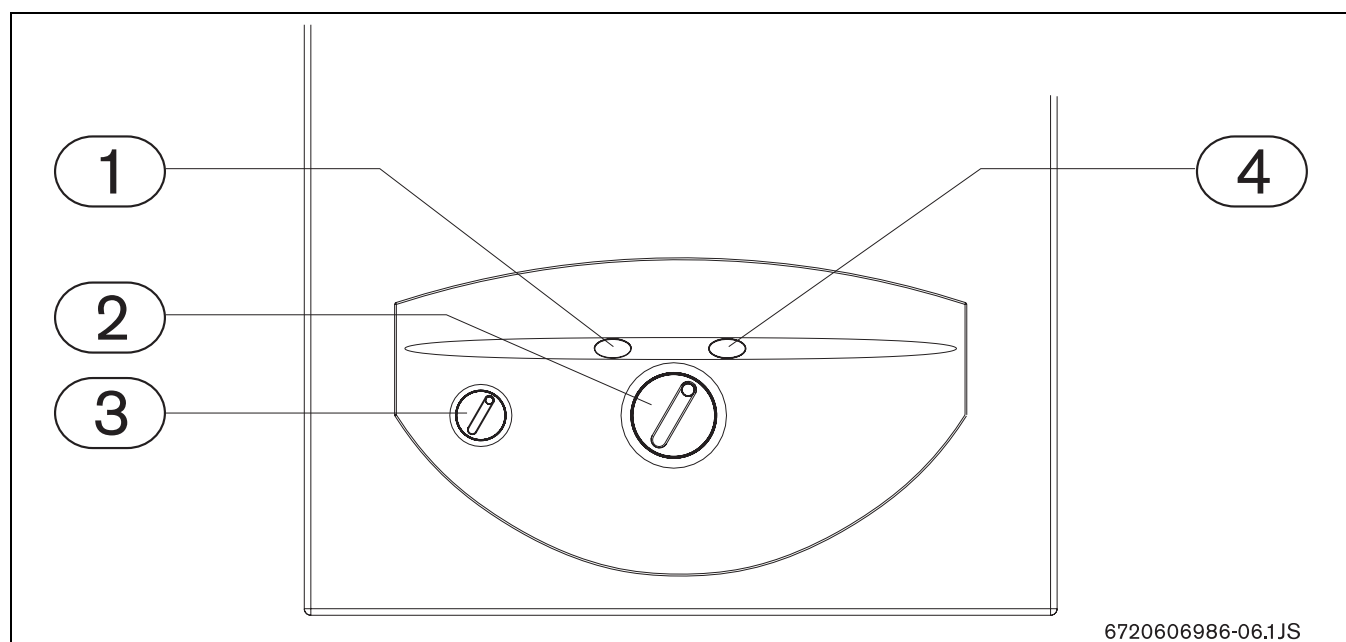

Fig. 4
Ruotare l'interruttore principale (→Fig. 4, pos. 3) in posizione di funzionamento (capitolo 3.2).
- premere il tasto di riarmo (→Fig. 4, pos. 1).
Questo apparecchio dispone di un sistema di segnalazione delle anomalie. L'avviso di eventuali anomalie avviene per mezzo di segnali, mediante una spia luminosa rossa, incorporata nel tasto di riarmo (→Fig. 4, pos. 1). L'apparecchio torna a funzionare una volta rimossa la causa del guasto e dopo aver premuto il tasto di riarmo. Per identificare il tipo di anomalia, consultare il capitolo 9 di questo manuale.